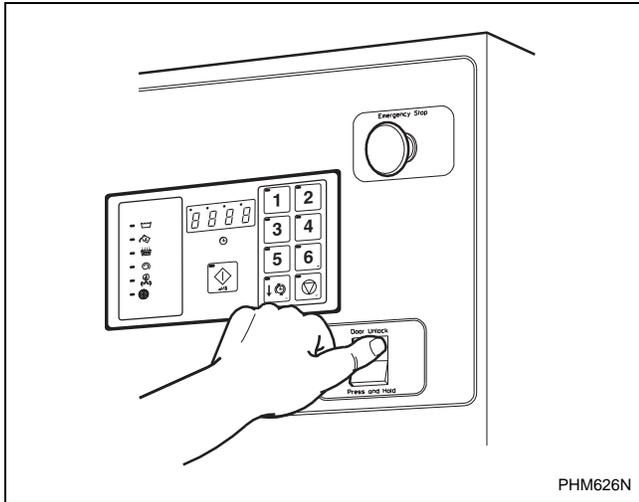

Figura 25
2. Oprima y sostenga oprimido con la mano izquierda el botón para quitar el seguro de cierre de la puerta que está en la parte derecha inferior de la parte delantera del tablero de control. Consulte la *Figura 25*.